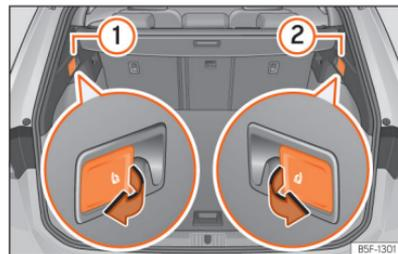

Fig. 103 Na bagageira: alavancas para o desbloqueio do encosto traseiro.
- Puxe a alavanca de desbloqueio à distância da parte esquerda »» Fig. 103 ① o derecha ② do encosto no sentido da seta. À parte desbloqueada do encosto traseiro rebate-se automaticamente para a frente.